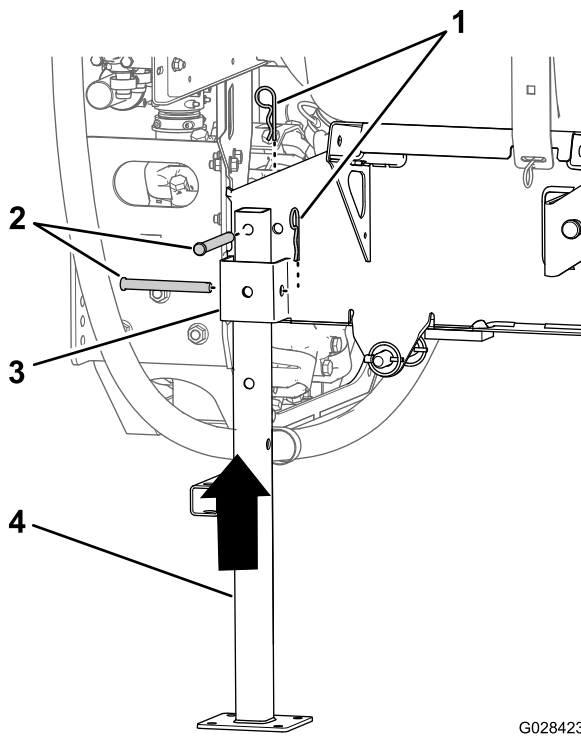

図 136
5. 後ろ用のジャッキスタンドを、タンク後部のジャッキスタンド受けに合わせる 図 136。
6. ジャッキスタンド上部の穴を、タンクスキッドのフレームの穴に合わせる 図 136。
7. ジャッキスタンドをスタンド受けとフレームに固定するクレビスピン 1/2 x 4 1/2" 2本、ヘアピン 5/32 x 2 5/8" 2本を使用して 図 136 のように取り付ける。